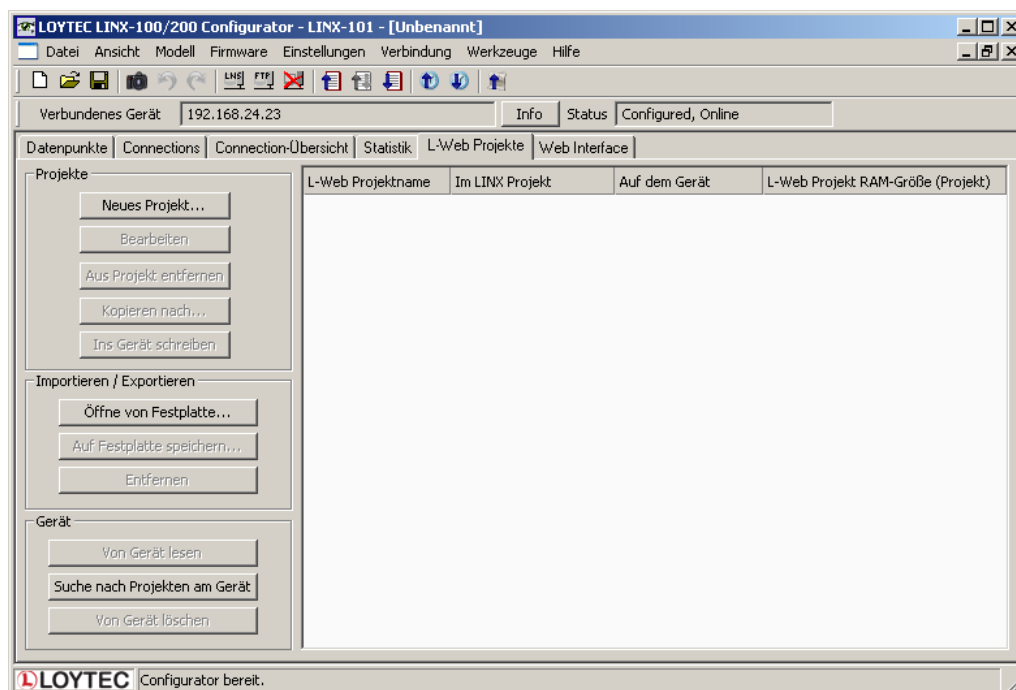

Abbildung 147: L-WEB Project – Karteireiter
2. Der L-WEB-Projektreiter erscheint wie in Abbildung 147 dargestellt: